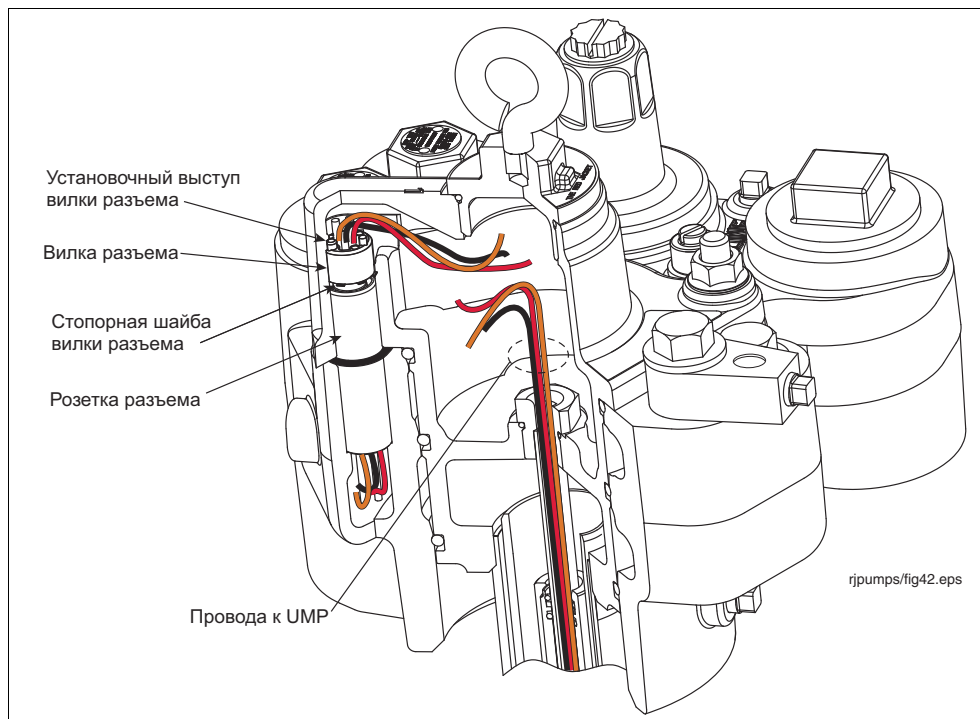

Рис. 32. Разъемы электропроводки между пакером и манифольдом
5. Расположите вилку разъема внутри пакера (см. рис. 32).
27. Снимите уплотнительное кольцо розетки разъема манифольда. Возьмите из комплекта разъема уплотнительное кольцо с внутренним диаметром 0,862" и шириной 0,103", и смажьте его техническим вазелином на нефтяной основе. Вставьте это кольцо в паз манифольда вокруг розетки разъема (см. рис. 32 на стр. 48).